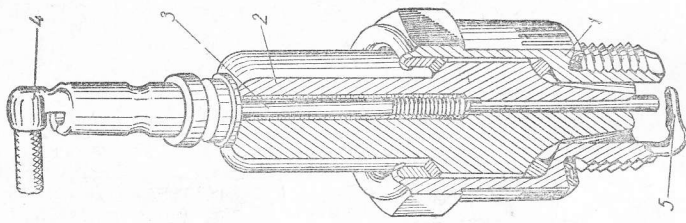

Рис. 73. Свеча зажигания.
**Свеча зажигания** (рис. 73) состоит из металлического корпуса 1, в котором завальцован изолятор 2. Внутри изолятора находится центральный электрод 3 свечи. К электроду свечи присоединены провода высокого напряжения 4. На корпусе свечи расположены боковой электрод 5, соединенный с массой автомобиля. Между электродами имеется зазор, равный 0,4—0,6 мм. В этом зазоре при наличии тока образуется электрическая искра, воспламеняющая горючую смесь.